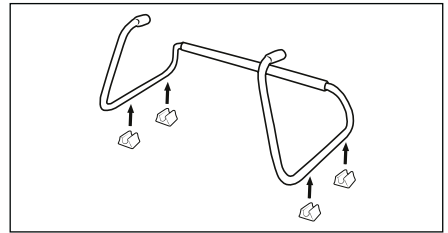

Fig. 1
- ◆ Bashkëngjitni katër bazamentet ❷ në mbajtësen ❶ (shih Fig. 1).